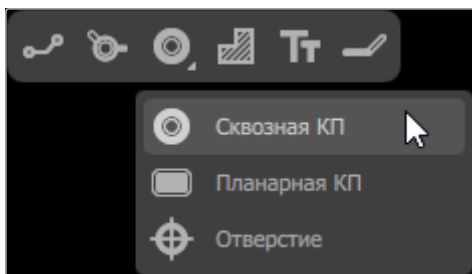

Рисунок 111. Инструменты «Сквозная КП», «Планарная КП» и «Отверстие» на панели инструментов
- 2) В раскрывшемся списке выбрать инструмент «Сквозная КП», «Планарная КП» или «Отверстие» (см. рисунок 111).